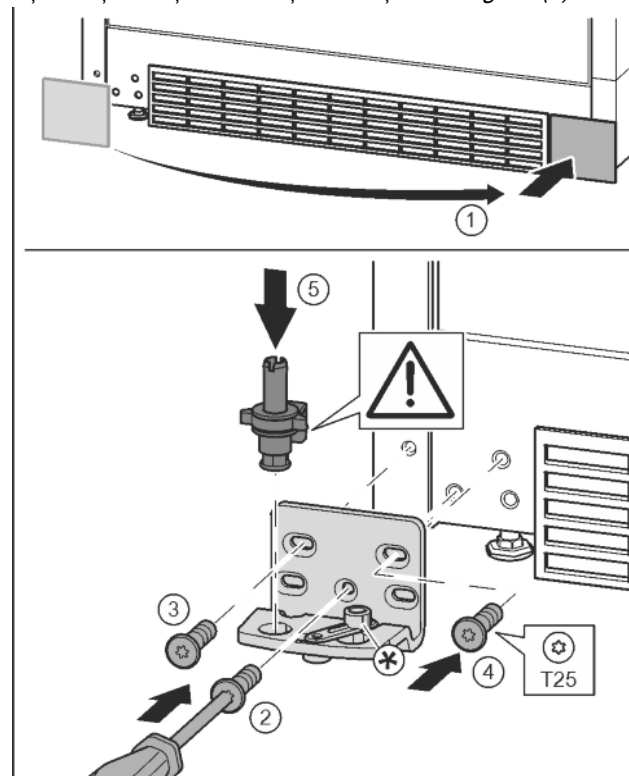

Fig. 18
- ▶ Detașați capacul și montați-l pe partea opusă. Fig. 18 (1)
- ▶ Aplicați suportul de lagăr pe partea opusă și înșurubați-l cu ajutorul unei șurubelnițe T25. Începeți cu șurubul 2 de jos din centru. Fig. 18 (2)
- ▶ Înșurubați ferm șurubul 3 și 4. Fig. 18 (3, 4)
- ▶ Introduceți complet bolțul de lagăr. Aveți grijă aici ca respectiva camă de cuplare să fie îndreptată către înapoi. Fig. 18 (5)